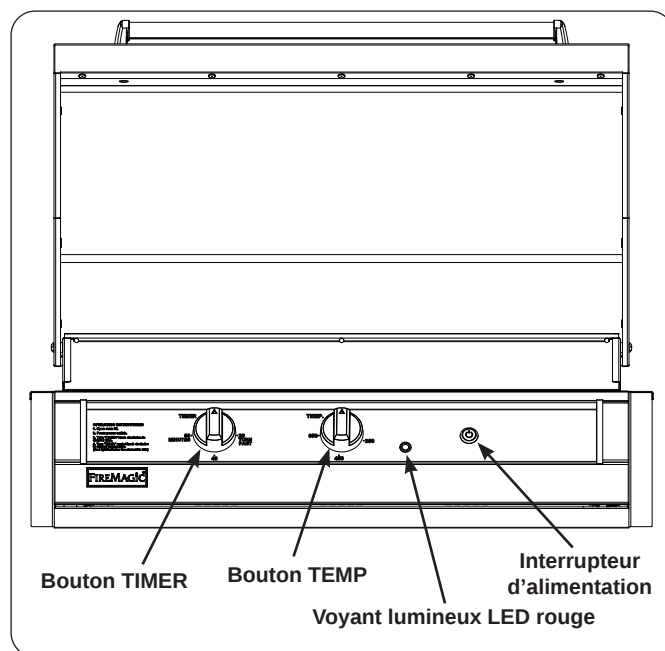
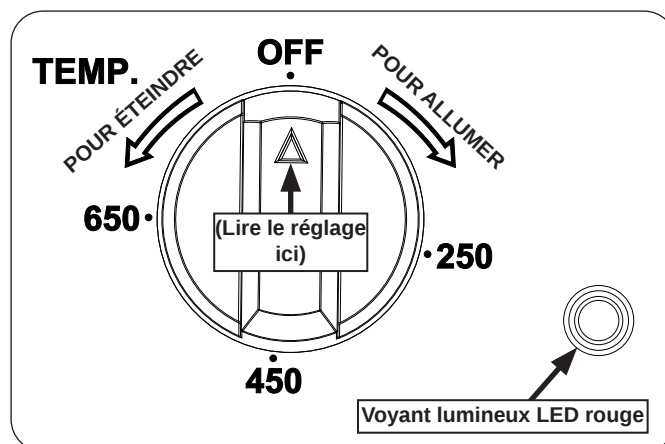

Fig. 38-1 Contrôles
Fig. 38-3 Contrôle de température
3. Appuyez sur l'interrupteur d'alimentation (voir Fig. 38-1).
5. Tournez le bouton **TEMP** dans le sens des aiguilles d'une montre jusqu'à la température souhaitée. (Le voyant d'état LED rouge indique que les éléments chauffants sont allumés.) Voir Fig. 38-3.
Pour éteindre l'appareil, tournez le bouton **TEMP** e **TIMER** dans le sens inverse des aiguilles d'une montre jusqu'à la position **OFF** (voir Fig. 38-3), PUIS éteignez l'interrupteur d'alimentation.
Pour votre commodité et sécurité, lorsque les éléments chauffants sont activés, le voyant lumineux LED rouge s'allumera (voir Fig. 38-1 e Fig. 38-3).